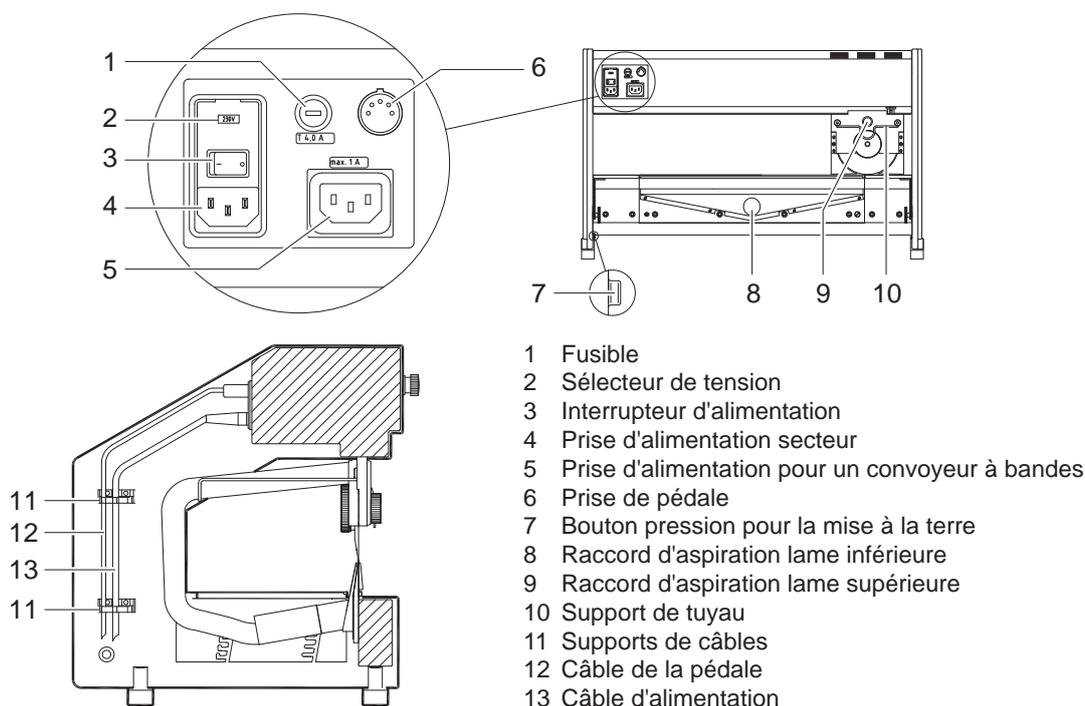

Figure 4 Connexions
- Fixer le câble d'alimentation (13) ainsi que le câble de la pédale (12) dans les supports de câbles prévus (11).
- Insérer le raccord en Y (5 / Figure 3) au raccord d'aspiration (8 / figure 4) de la lame inférieure.
- Raccorder le raccord en Y grâce au tuyau d'aspiration fourni au raccord d'aspiration (9 / figure 4) de la lame supérieure. Insérer le tuyau dans les supports de tuyau (10 / figure 4).